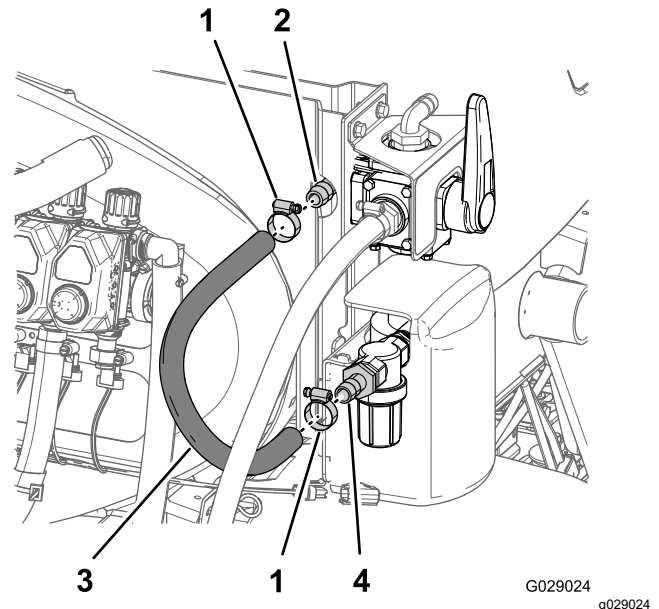

Figura 44
1. Monte o tubo 1,9 x 61 cm por cima da união roscada de 90° no lado interior da válvula de 4 vias (Figura 44).
2. Fixe o tubo à união com uma braçadeira de tubos (Figura 44).
3. Monte a extremidade livre do tubo por cima da união roscada reta e prenda o tubo à união com uma braçadeira de tubos (Figura 44).